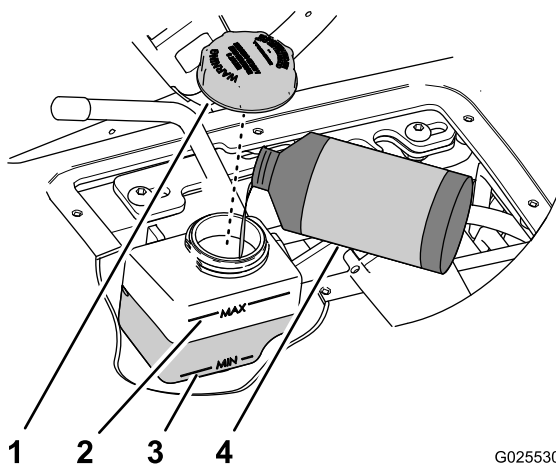

Bild 71
4. Prüfen Sie den Flüssigkeitsstand im Behälter für den Fahrgeschwindigkeitszylinder (Bild 71).
- A. Reinigen Sie den Bereich um den Behälterdeckel (Bild 71).
- B. Nehmen Sie den Deckel vom Behälter ab (Bild 71).
- C. Füllen Sie die angegebene Flüssigkeitssorte ein, um den Stand zwischen die Min- und Max-Markierungen an der Behälterseite zu bringen (Bild 71).
- D. Schrauben Sie den Deckel mit der Hand fest (Bild 71).